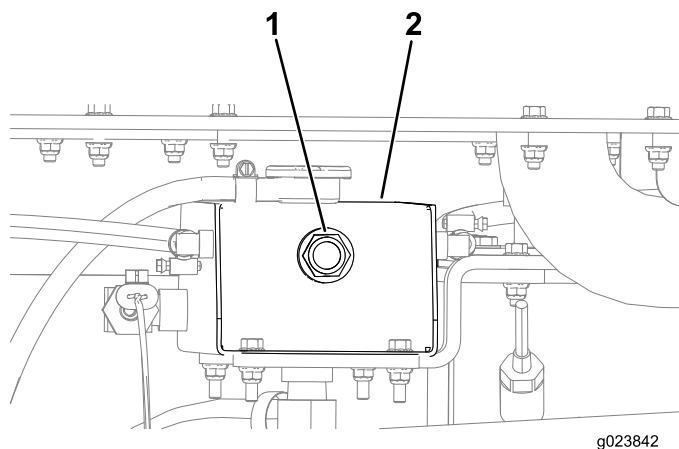

Figure 107
4. Contrôlez le niveau de liquide de refroidissement en observant l'indicateur de niveau au bout du réservoir de radiateur (Figure 107).